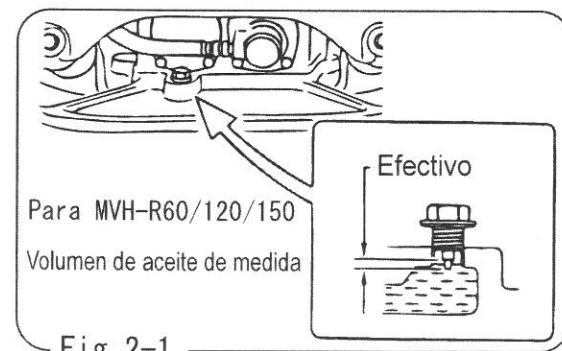

Fig. 2-1
5. Con la máquina posicionada horizontalmente, quite el indicador de aceite del vibrador para comprobar que hay un nivel adecuado del mismo. Utilice aceite de motor SAE10W-30 para lubricación. (Fig. 2-1, 2-2)